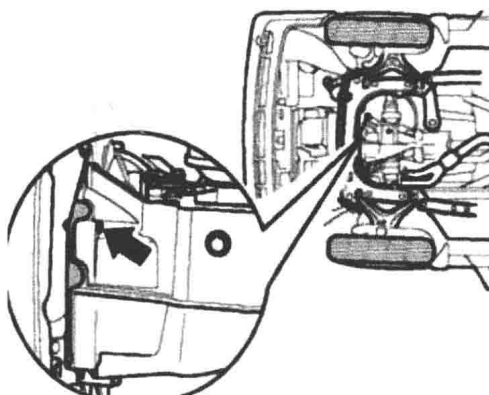

图 1-6 拆卸防尘板
(8) 拆卸防尘板。拆卸发动机氧传感器、空气滤清器及空气滤清器与节气门之间的管路、排气管,如图 1-6 所示。